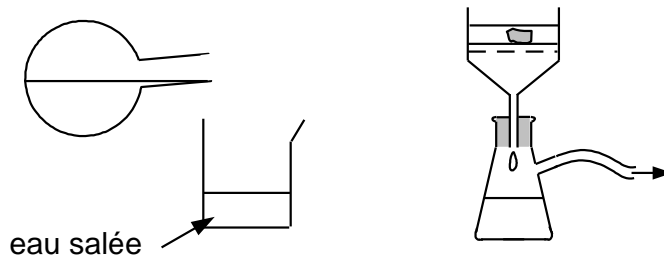

Figure 3. Étapes 3 et 4 du protocole de synthèse d'un savon
- 2.1.2 Après le chauffage, on réalise les deux étapes suivantes décrites sur la figure 3 ci-dessous :